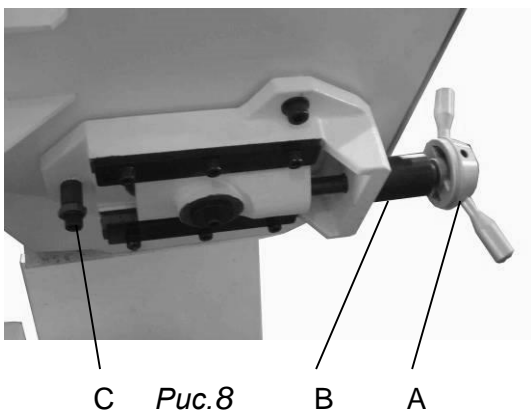

Рис.8
Для натяжения ленточного полотна, поверните рукоятку (A, Рис.8) по часовой стрелке. Шкала значения натяжения (B) размещена за рукояткой (A) и снабжена указателем. На шкале размечены контрольные значения усилия натяжения полотна 20.000, 30.000 и 35.000 фунтов за квадратный дюйм (psi). Для полотен из углеродистой стали натяжение должно быть 20.000 psi. Для биметаллических полотен (аналогичных поставляемому со станком), натяжение должно
Правильно отрегулированное ленточное полотно при работе должно слегка касаться буртиков шкивов. Если между ленточным полотном и буртиками имеется значительный зазор, необходимо затянуть или ослабить регулировочный винт (C, Рис.8).